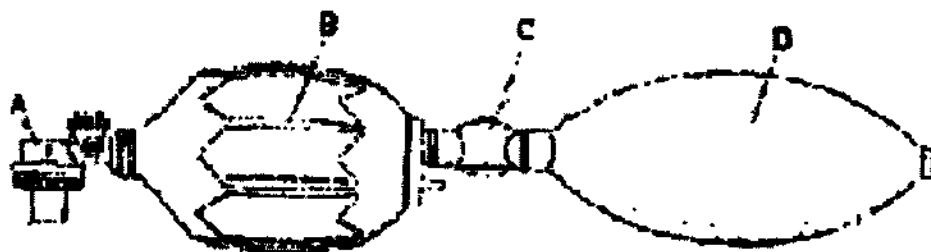

Рисунок 1. Ручной реанимационный аппарат
Ручной реанимационный аппарат состоит из четырех основных узлов (рисунок 1): нереверсивный клапан в сборе (А), силиконовый мешок (В), клапан резервуара (С) и кислородный резервуар (D). Если дополнительный кислород не поступает от внешнего источника газа, то узлы С and D следует снять.